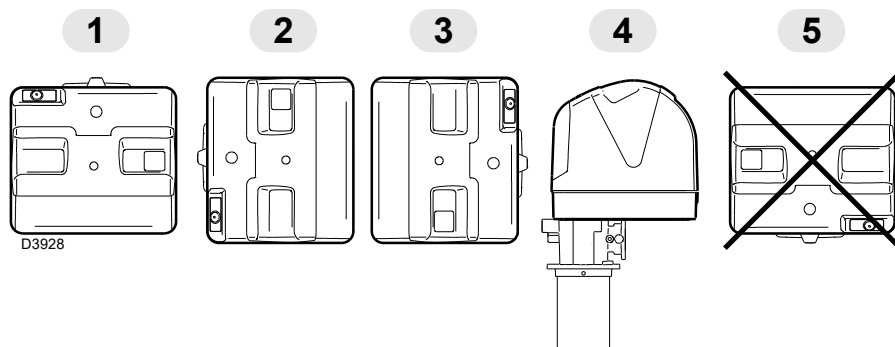

Abb. 7
- Der Brenner ist nur für einen Betrieb in den Stellungen **1**, **2**, **3** und **4** Abb. 7 vorgesehen.